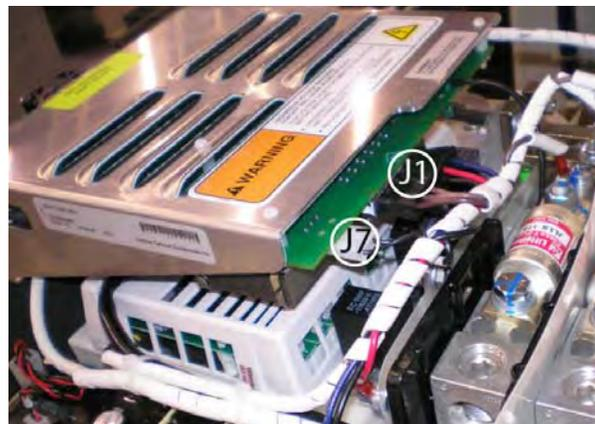

Figure 2 Carte de démarrage progressif
9. Déconnectez les connecteurs J1 et J7 sur la carte de démarrage progressif (cf. Figure 2).